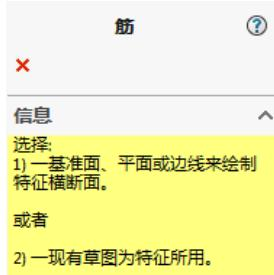

图 5.11.2 “筋”对话框（一）
(1) 选择草图基准面。完成上步操作后，系统弹出图 5.11.2 所示的“筋”对话框（一），在系统的提示下，选择上视基准面作为筋的草图基准面，进入草图绘制环境。